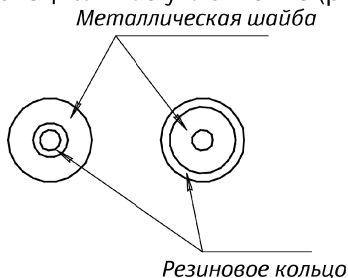

Рисунок 6. Специальные уплотнения (слева – для избыточного давления, справа – для разряжения).
6.5 Установите специальное уплотнение (рисунок 6) на стойку ИПС.